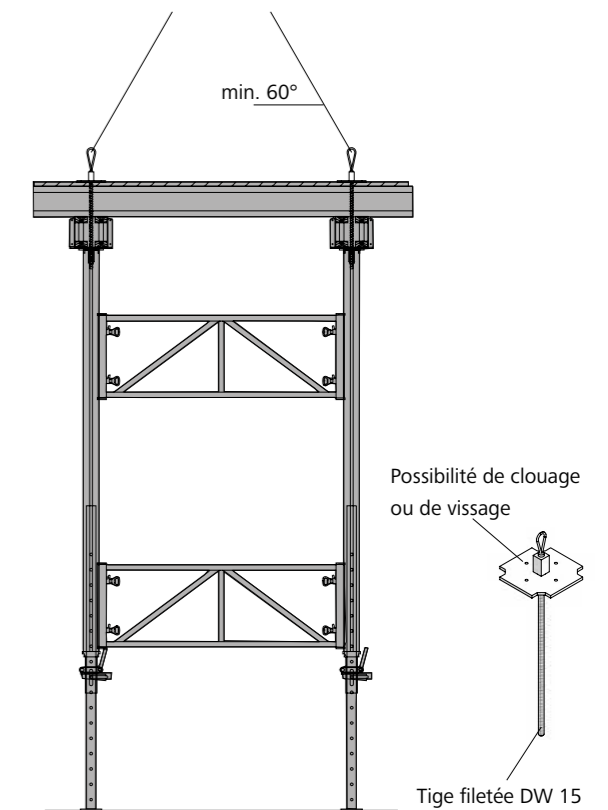

Fig. 1
- En les vissant dans le filetage DW de la tête à fourche MEP (Fig. 1).
Pour assurer la stabilité du montage, la boucle de levage est fixée sur la peau coffrante à l'aide de clous ou de vis (Fig. 1).
- Utilisez toujours quatre boucles de levage MEP, disposées symétriquement sur la table de coffrage (Fig. 1 et 2).